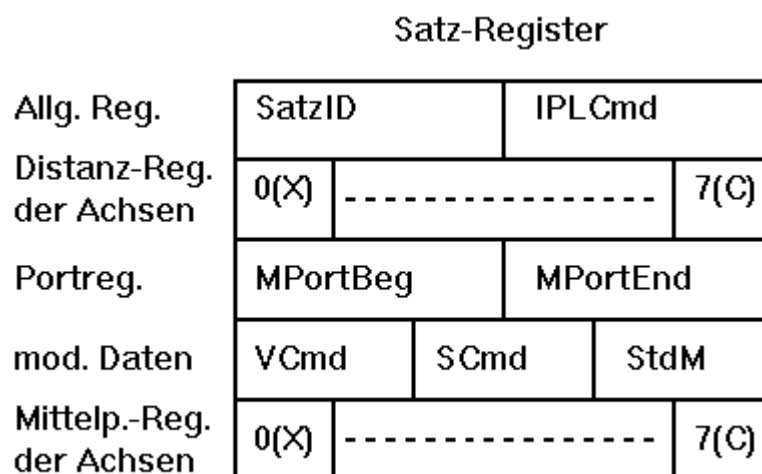

Abb. 4.7 Organisation eines Satzes
Um zu verdeutlichen, welche Befehle welchen Satz beeinflussen, wurde die Gruppe B in die Untergruppe B(1) und B(2) aufgeteilt (s. Abb. 4.7)